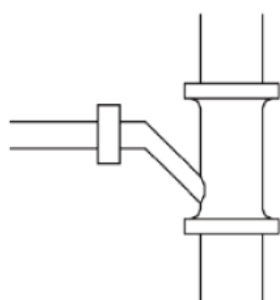
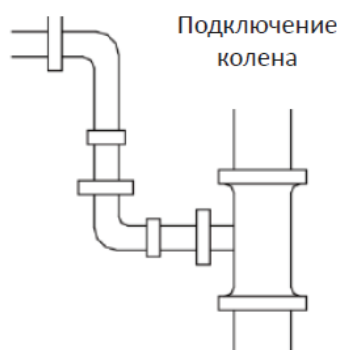
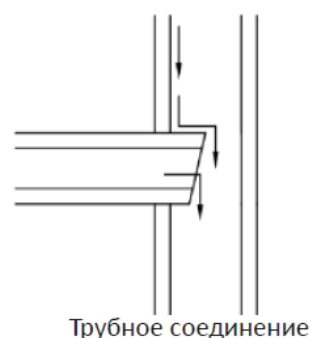

Рис. 5.3.6
Рис. 5.3.7
Рис. 5.3.8
9. Горизонтальный участок трассы можно подключать к вертикальному на том же уровне; выбрать тип подключения в соответствии с рисунком ниже. N01: Подключение дренажной трубки (Рис. 5.3.6) . N02: Подключение колена (рис. 5.3.7). N03: трубное соединение (рис. 5.3.8)